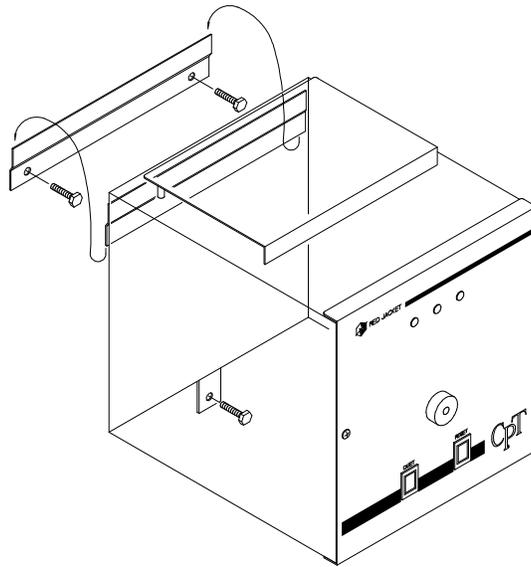

Figura 3.3 Montaje del controlador CPT en la pared
Paso 2: Tender los cables de alimentación a través del conduit de la izquierda y hasta el clip colocado en la esquina superior izquierda. Ver figura 3.3 No dejar extra cable de servicio dentro del gabinete. Si es necesario, dejar cable de servicio fuera del gabinete. Mantener el cableado lo más corto posible dentro del gabinete.
Paso 3: Hacer las siguientes conexiones de alambres en el conector de alimentación, como se muestra en la figura 3.3: